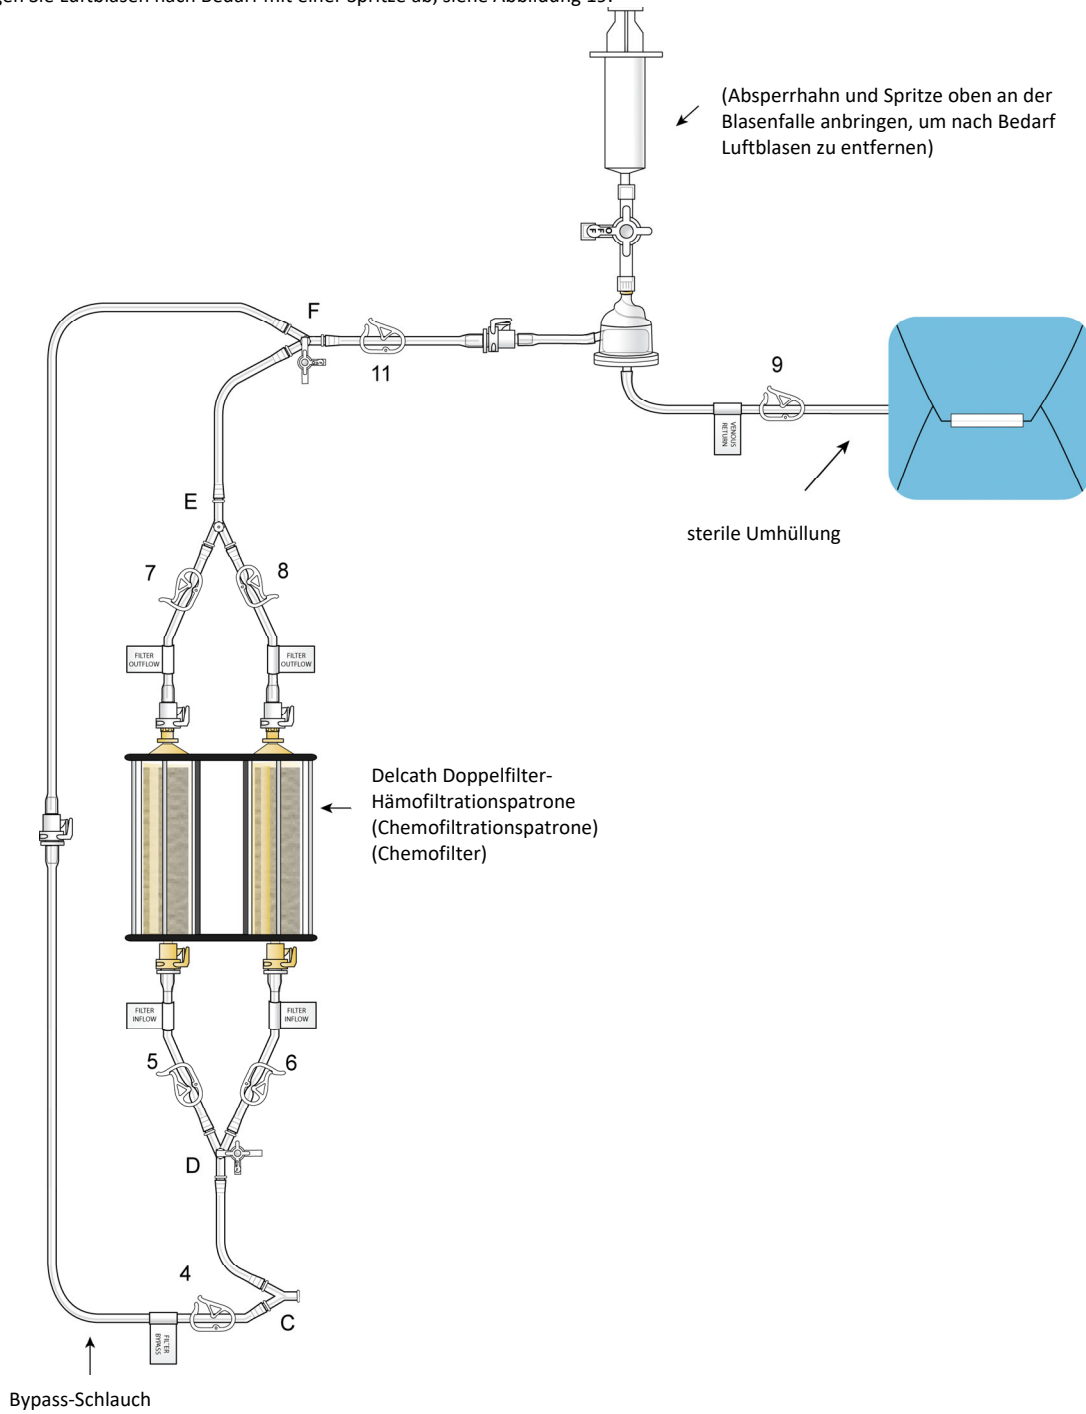

Abbildung 19
- (d) Füllen Sie den venösen Rückstromschlauch und die Blasenfalle vor, indem Sie die Klemmen 4, 11 und 9 öffnen. Bringen Sie den Absperrhahn an der Blasenfalle an, und saugen Sie Luftblasen nach Bedarf mit einer Spritze ab, siehe Abbildung 19.